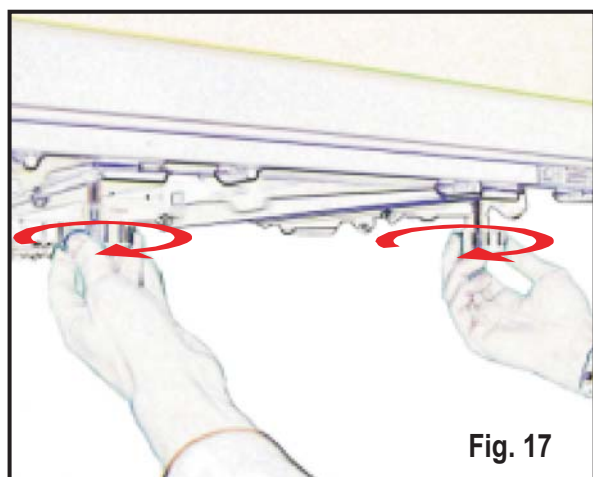

Fig. 17
- Aflojar las perillas situadas debajo del piecero(fig.17);